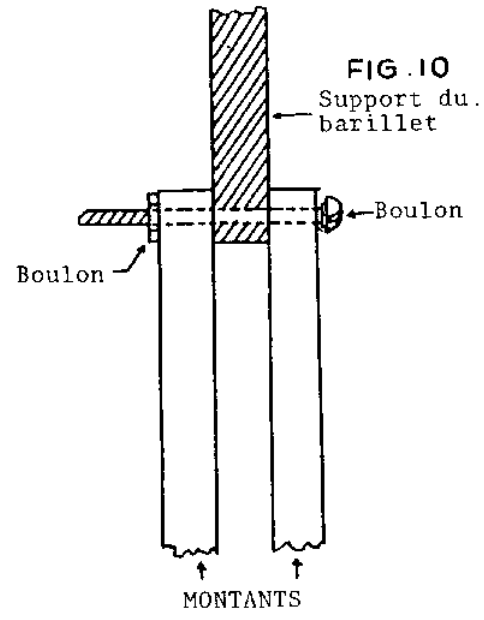

FIG. 10
22. Faites un trou de 1/4" à travers les deux montants et le support du barillet de telle sorte que le boulon de 1/4" pénètre dans les trois pièces de bois. Le support du barillet doit pouvoir tourner sur cet axe librement (Voir fig.10).